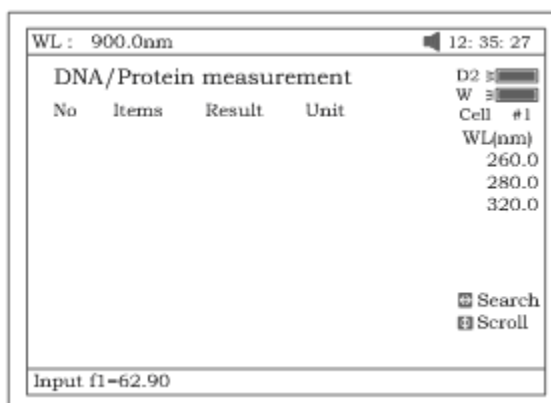

Рисунок 61
1. Чтобы воспользоваться более простым или другим алгоритмом выполнения анализа, вы можете ввести свои собственные значения f1-f4. Для этого следует нажать **[F1]** и ввести значение с цифровой клавиатуры (рис.61).